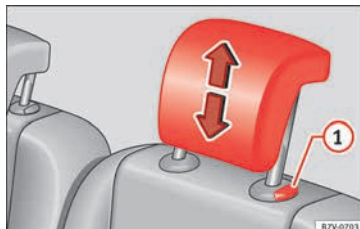

Fig. 152 Ajuste del apoyacabezas de la segunda o tercera fila de asientos.
- Suba el apoyacabezas en la dirección de la flecha o bájelo » **fig. 151** o » **fig. 152** **1** al pulsar el botón » en **Desmontar y montar los apoyacabezas de la pág. 155**.